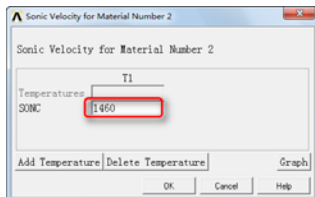

图 11-23 “Sonic Velocity for Material Number 2”对话框
⑦在“**Material Model Available**”选择列表中依次选择 **Acoustics**→**Sonic Velocity**，会弹出“**Sonic Velocity for Material Number 2**”对话框，如图 11-23 所示，在“**SONC**”输入框输入 1460，单击“**OK**”按钮关闭该对话框。